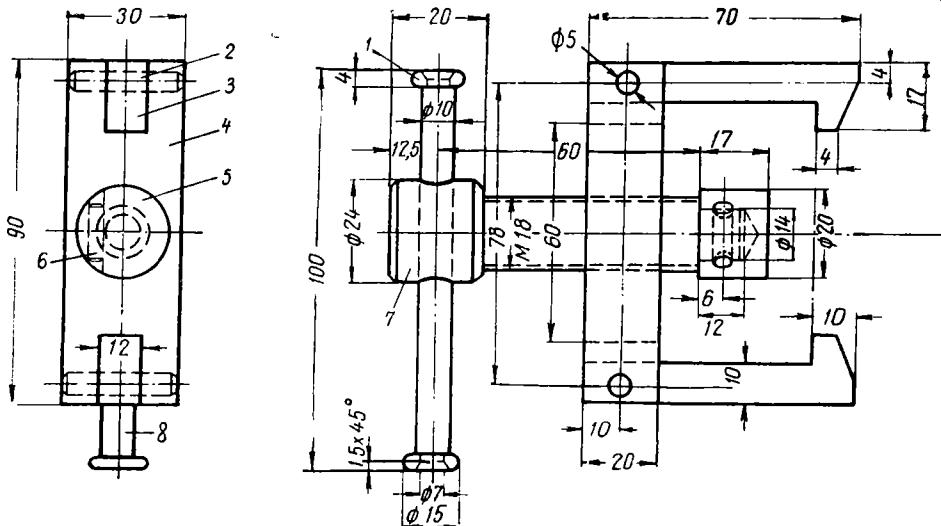

Рис. 2. Съемник для снятия с двигателя приводной муфты
2. Снять муфту с храповым устройством с помощью съемника (рис. 2), вынуть шпонку. Снять стопорное кольцо с муфты и разобрать шайбу, пружину и шестерню пускового механизма.